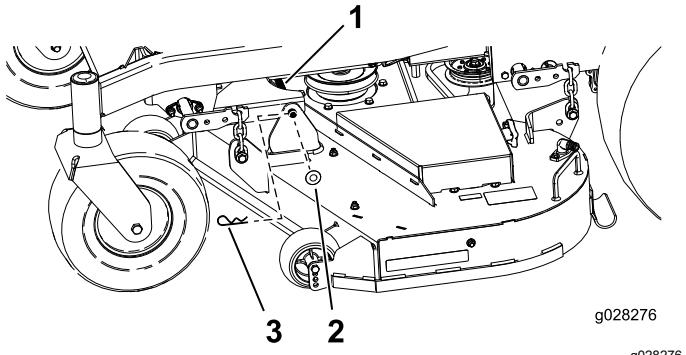

Figura 64
- Retire la chaveta y la arandela que sujetan el pasador de enganche al bastidor y a la carcasa; retire el pasador de enganche (Figura 64).
- Sujete el perno de enganche con las chavetas y las arandelas que retiró anteriormente (Figura 64).